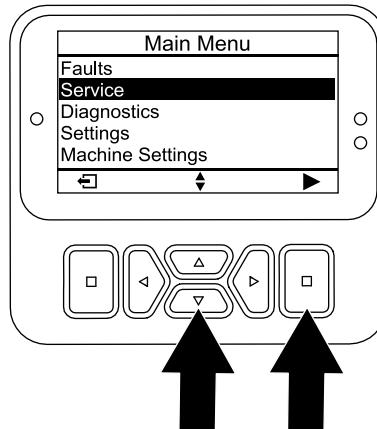

**Figura 104**
4. Rode a polia da cabeça de perfuração (Figura 104) até que os dentes mais exteriores estejam alinhados mais próximos do solo.